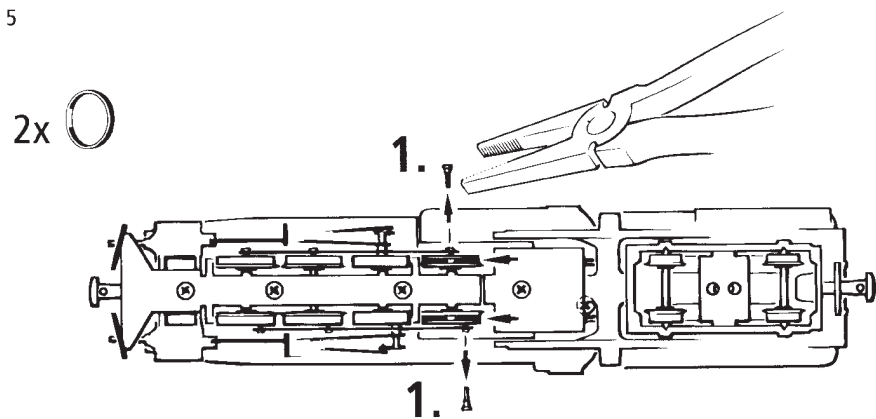

Fig. 6
**4. Motor Changing:** First remove loco body (fig. 3), and then the motor (fig. 6).
**4. Remplacement du moteur:** Démontez la caisse (voir fig. 3). Démontez ensuite le moteur (fig. 6).